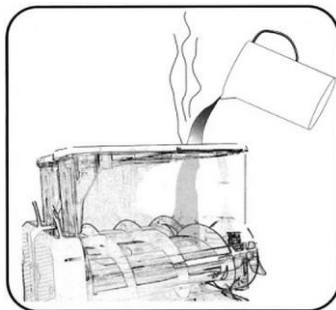

Abb. 17
2. Füllen Sie den Behälter mit lauwarmem Wasser und entleeren Sie ihn über den Ablasshahn (Abb. 17, 18).